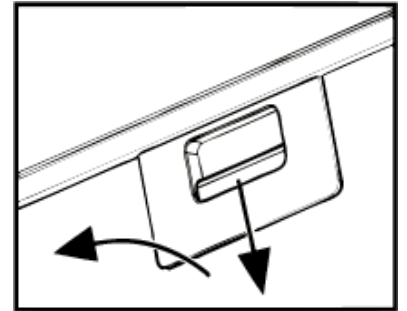

Рис. 8
8.6 Для зняття алюмінієвого фільтра (рис.8) слід натиснути на пружинну засувку і, потягнувши на себе і вниз, зняти фільтр з панелі. Встановлення фільтра виконується в зворотному порядку.